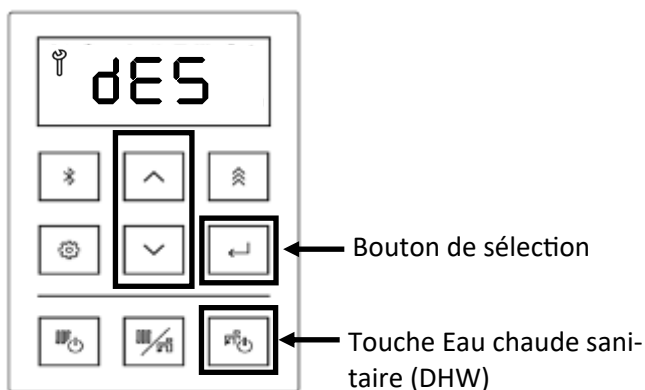

Figure 148
12. Appuyer sur la touche fléchée haut ou bas du contrôleur pour sélectionner dES (détartrage) (figure 148).
13. Appuyer sur la touche de sélection pour sélectionner dES (figure 148).
14. Actionner la pompe et laisser le vinaigre circuler dans la chaudière pendant au moins une (1) heure à un débit de 4 gallons/minute (15 litres par minute).
15. Appuyer sur la touche Eau chaude sanitaire (ECS) pour démarrer le compte à rebours (figure 148).